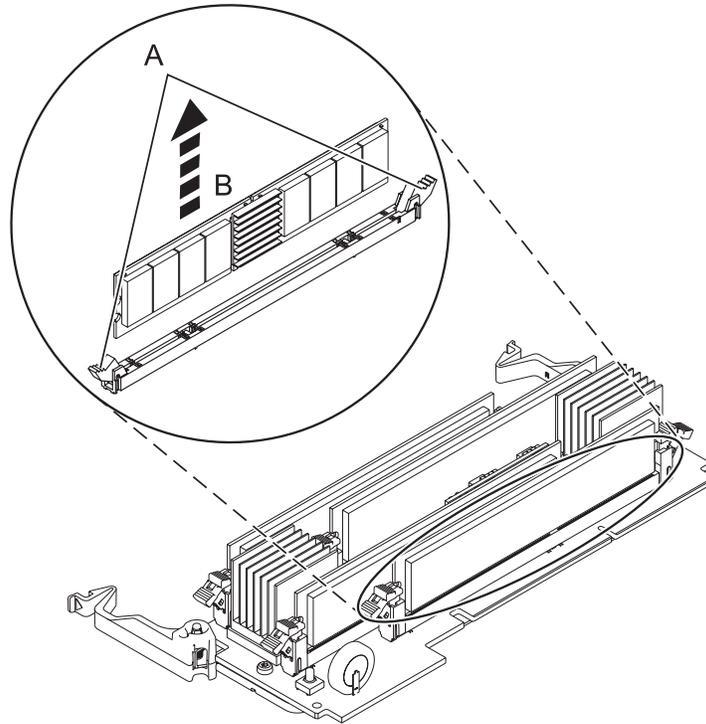

Figure 10. Retrait d'un module de mémoire
11. Retirez le module de mémoire comme suit. Déverrouillez le module de mémoire en poussant sur les taquets de verrouillage **(A)** afin de les mettre en position ouverte, comme indiqué dans la figure 10, à la page 22. Soulevez le module de mémoire **(B)** pour le sortir du connecteur. La pression exercée sur les taquets force le module à sortir du connecteur.